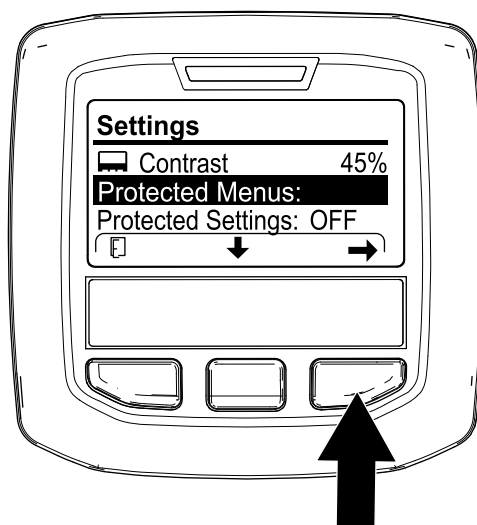

Figure 123
- Appuyez sur le bouton central de l'InfoCenter jusqu'à ce que l'option MENUS PROTÉGÉS soit sélectionnée (Figure 123), puis appuyez sur le